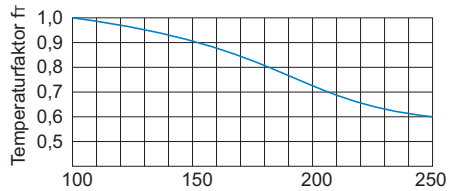

Abb. 1 Temperaturfaktor (fT)
**fT** : Temperaturfaktor (siehe Abb. 1)